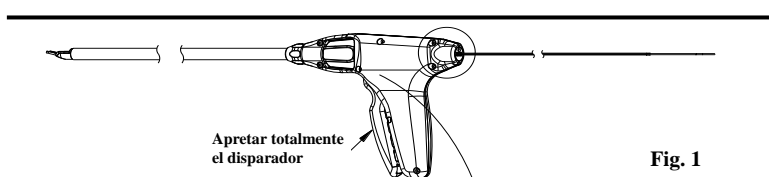

Fig. 1
2. Apretar al máximo el disparador (Fig. 1)